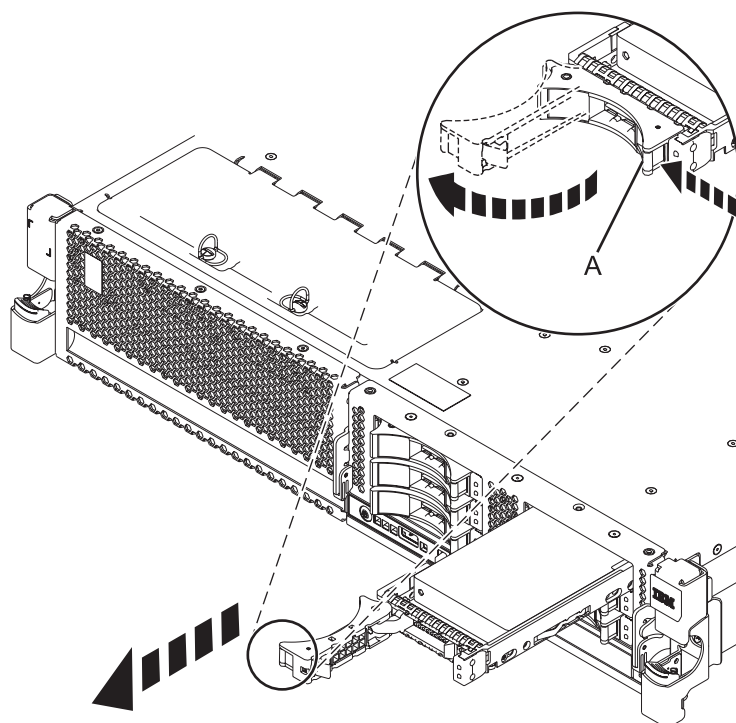

Figure 19. Retrait d'une unité de disque du système
1. Déverrouillez la poignée de l'unité de disque ou de l'unité SSD en appuyant dessus et en la tirant vers vous (voir figure 19).